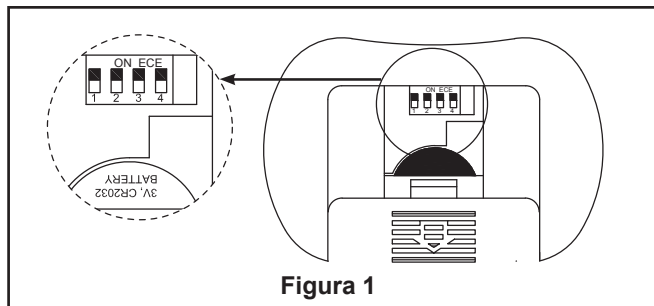

Figura 1
• **Transmisor:** retire la cubierta de la batería. Presione firmemente la flecha que se encuentra debajo y deslice para retirar la cubierta de la batería. Seleccione su opción deslizando los interruptores de código hacia arriba o hacia abajo. La configuración de fábrica es en la posición superior. No utilice esta posición. Con un destornillador pequeño o con una lapicera deslice firmemente hacia arriba o hacia abajo (Figura 1). Vuelva a colocar la cubierta de la batería en el transmisor.